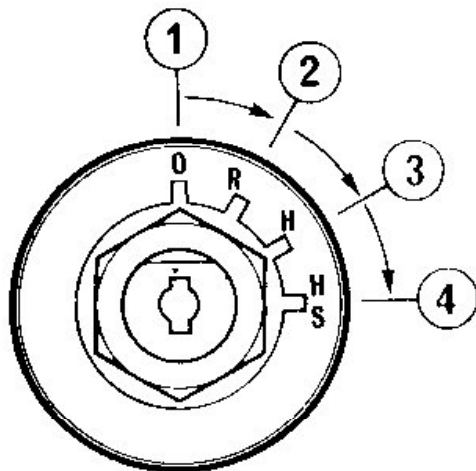

Fig. 7
- Mettre la commande ou sélecteur de l'inverseur au point mort (N).
- Mettre le contact en amenant la clé à la position "R" (fig. 7).